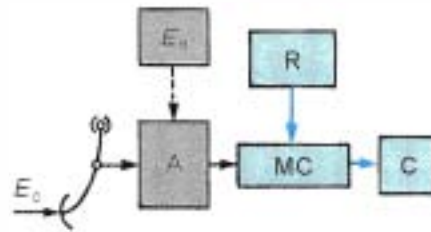

Figure 10.2 • Assistance par dépression.
- une **dépression** ($p < p_a$) dans la tubulure d'admission, ou par une pompe à vide – dans le cas d'un moteur Diesel (figure 10.2) ;